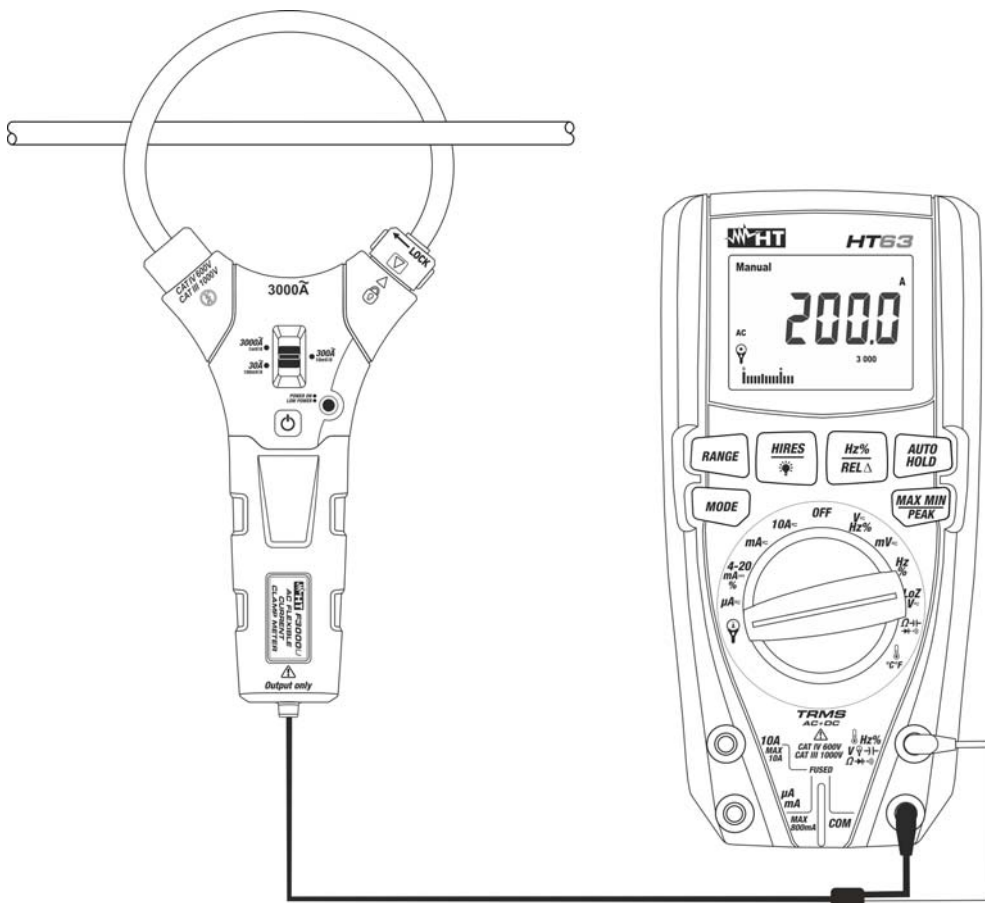

Fig. 3: Uso del instrumento para la medida de corriente CA con el modelo HT63
7. Abra el toroidal e inserte el cable de fase en el centro del mismo (ver la Fig. 3). El valor de la corriente **expresado en A** se muestra en el visualizador del multímetro